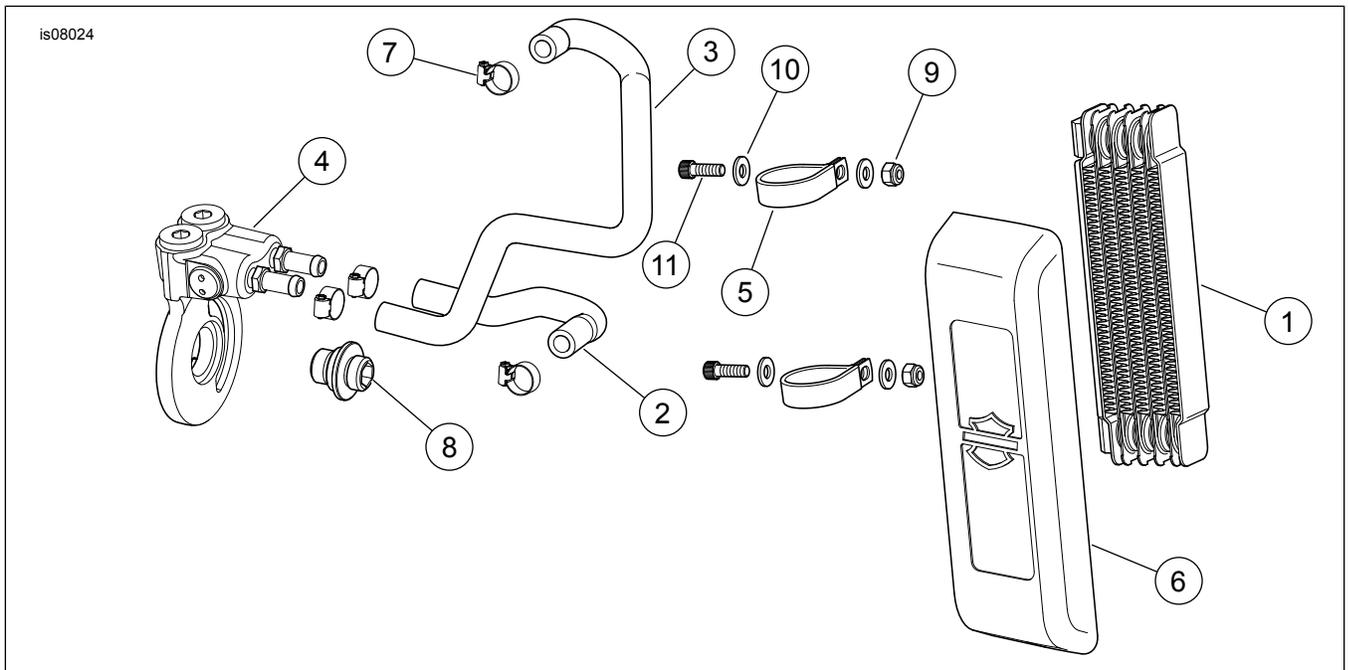

Figura 5. Parti di ricambio: Radiatore di raffreddamento dell'olio dei modelli dyna
Vedere Figura 5 e Tabella 1
5. Vedere Figura 5. Installare il tubo flessibile superiore (3) sui risalti del radiatore di raffreddamento dell'olio e serrare con la fascetta stringitubo (7) a 0,9 N·m (8 in-lbs).
6. Installare il tubo flessibile inferiore (2) sui risalti inferiori del radiatore di raffreddamento dell'olio e serrare con la fascetta stringitubo (7) a 0,9 N·m (8 in-lbs).